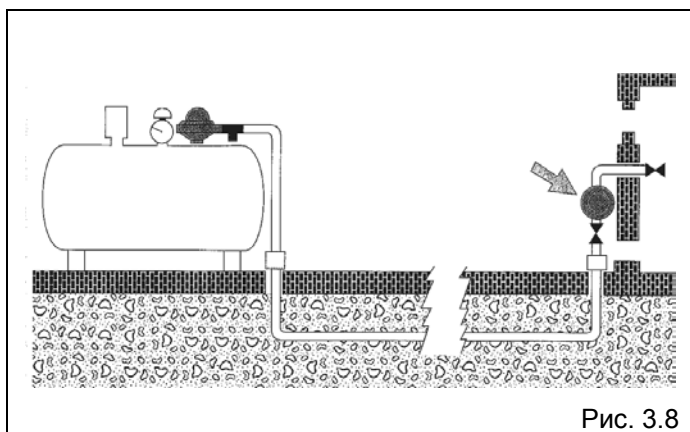

Рис. 3.8
- Вращая регулятор давления на редукторе газопровода сжиженного газа, добейтесь значений на манометре, как указано в таблице на странице 9 (рис. 3.8).